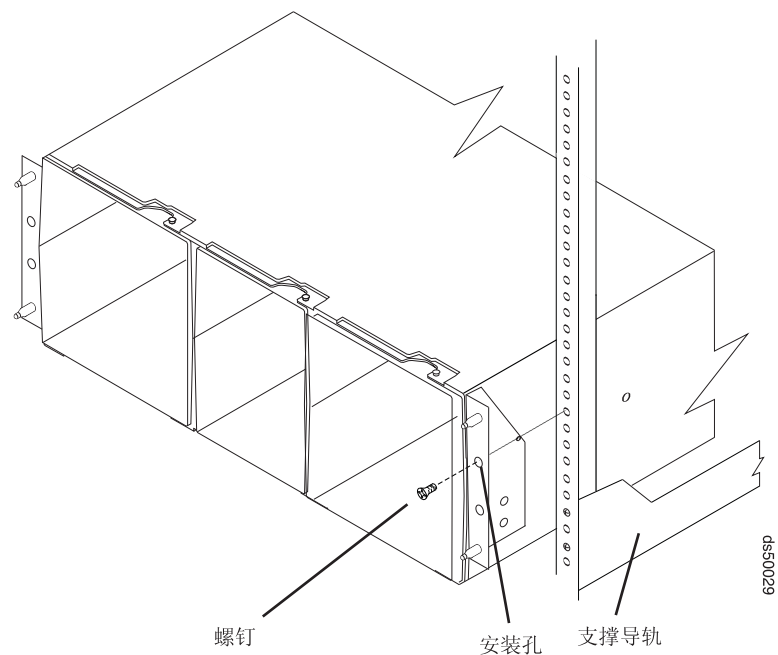

图 18. 将 DS5100 或 DS5300 固定到机架式机箱
1. 从装运箱中卸下空的 DS5100 或 DS5300 并将该存储子系统放入机箱中。第 43 页的图 18 显示空存储子系统相对于机箱和支撑导轨的正确方向。
2. 将存储子系统固定在机箱中。图 18 显示如何将 DS5100 或 DS5300 固定在机箱的垂直部件上。